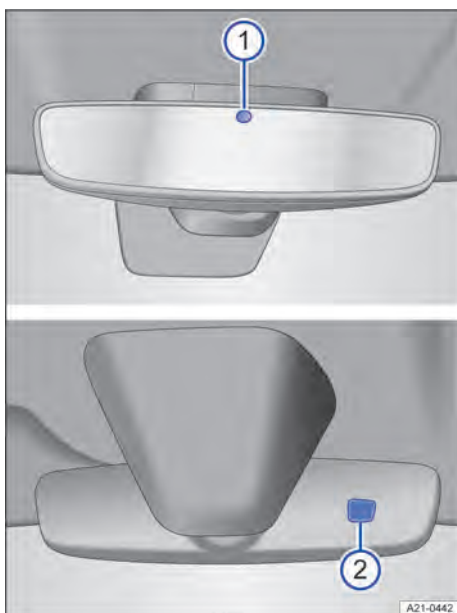

Fig. 95 No revestimento do teto: espelho retrovisor interno com antiofuscante automático.
Com a ignição ligada, os sensores medem a incidência de luz por trás → Fig. 95 ① e pela frente ②.